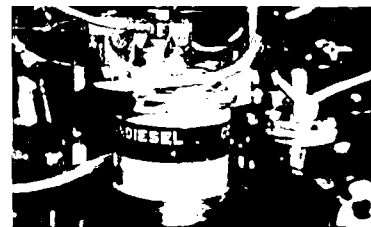

Fig. 90.—Filtro principal de combustible (motor Diesel)
- A) El filtro principal está situado en el lateral derecho del motor (fig. 90). En condiciones normales de funcionamiento, se debe limpiar y cambiar el cartucho cada 10.000 kilómetros, o con más frecuencia si las revisiones del filtro auxiliar así lo exigen, por la suciedad o agua recogida en él.